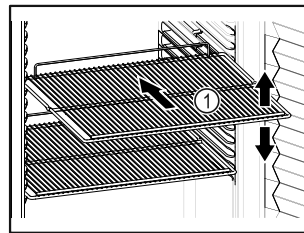

Fig. 20 Примерное изображение
- ❑ Если имеются решетчатые полки Fig. 20 (1), отрегулируйте высоту их установки.